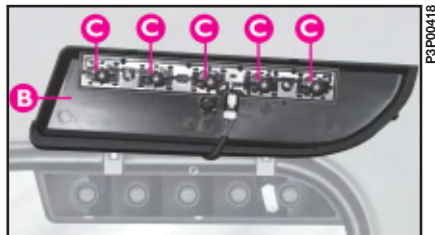

fig. 22
2) Vervang de geklemde lamp **C**-fig. 22.